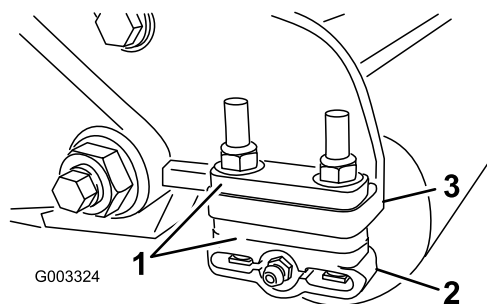

图11
1. 根据剪草高度表，将所需数量的隔片放在侧板安装法兰（图11）下，将后滚筒支架（图11）调节到所需的剪草高度范围。